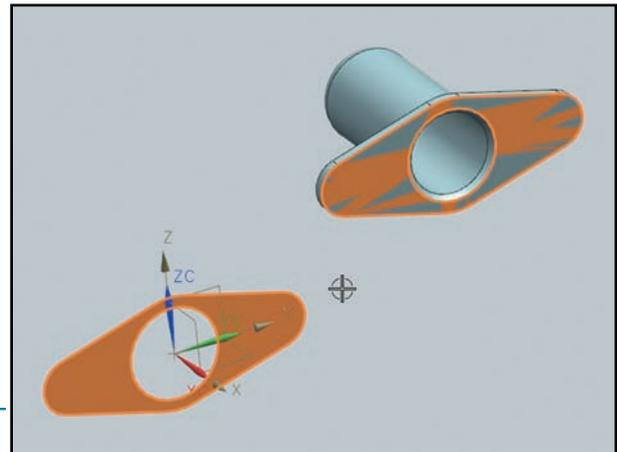

Рисунок 4.6. Связанные объекты после обновления
- Обновим связь, но на этот раз воспользуемся командой главного меню **Инструменты > Обновить > Обновить связи между деталями > Обновить всё (Tools > Update > Interpart Update > Update All)**. Эта команда обновляет все межмодельные сборочные связи, требующие актуализации во всех загруженных компонентах (рис. 4.6).